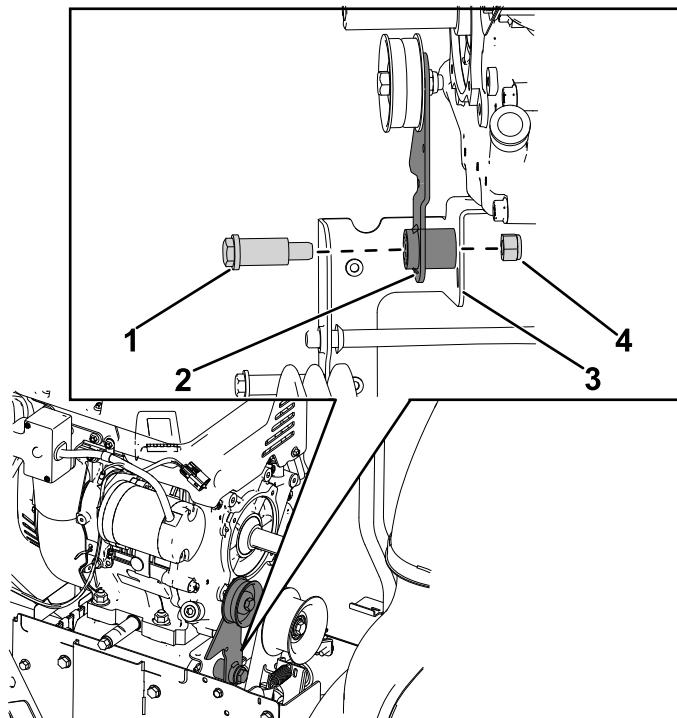

Рисунок 9
- Удалите гайку (7/16 дюйма) и ступенчатый болт (7/16 x 1 1/4 дюйма), которые крепят рычаг натяжного ролика тягового привода к кронштейну муфты тормоза (Рисунок 9).